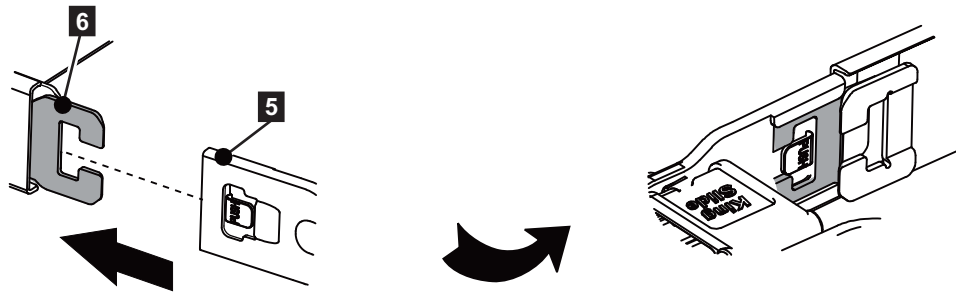

図 26. その他の外部メンバーの取り付け
4. 反対側のケーブル・マネジメント・アーム・コネクタ (**5**) を反対側の外部ケーブル・マネジメント・アーム・コネクタ・ベース (**6**) に取り付けます。図 26 を参照してください。